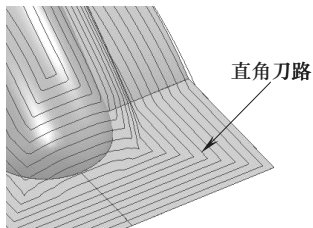

图 4-112 未勾选“光顺”选项的刀具路径
(3) 光顺 对尖角及直角转弯刀具路径进行倒圆处理。图 4-112 所示为未勾选“光顺”